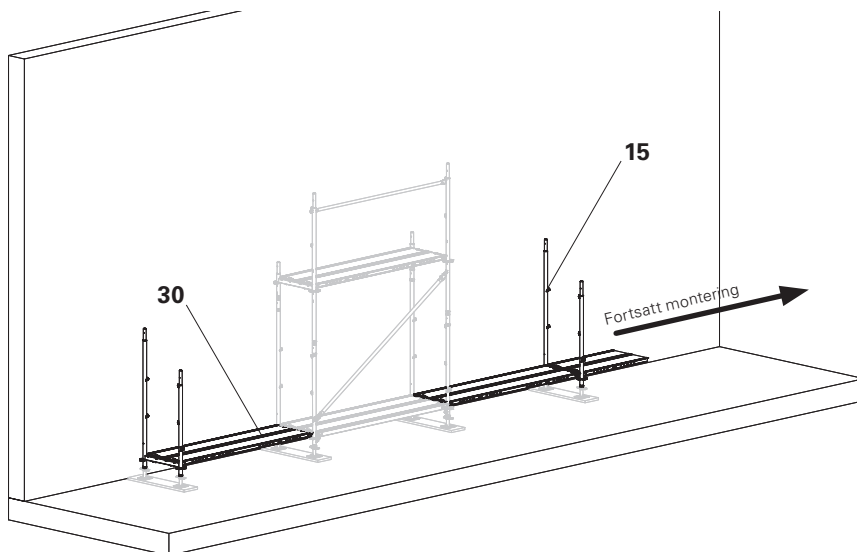

Bild B3.01
Installationen av andra ställningsfack utförs i båda riktningar med ställningsfack med diagonal som utgångspunkt. (Bild B3.01)
1. Sätt andra grundramar EVB (15) på bottenkruvar UJB.
3. Lägg i stålplaner (30) som hjälpmedel vid montering. (Bild B3.01)